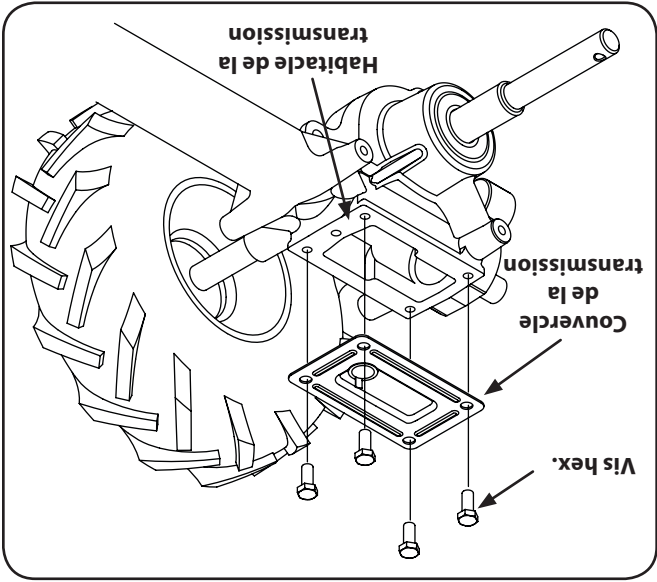

Figure 7-3
4. Enlevez la saleté et nettoyez les alentours de la couvercle de la transmission. Voir la Fig. 7-3.
5. Enlevez les quatre vis hex. (5/16-18 x 0,75 po) qui retiennent la couvercle de la transmission sur l'arbre de la transmission et démontez la couvercle. Voir la Fig. 7-3.